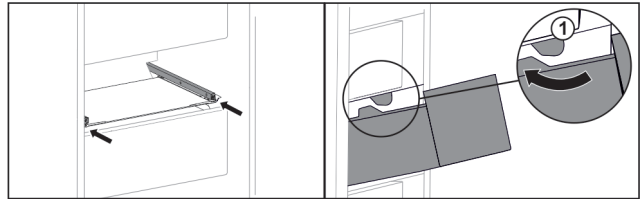

Fig. 53
- ▶ Прокарайте чекмеджето около ограничителите Fig. 53 (1).